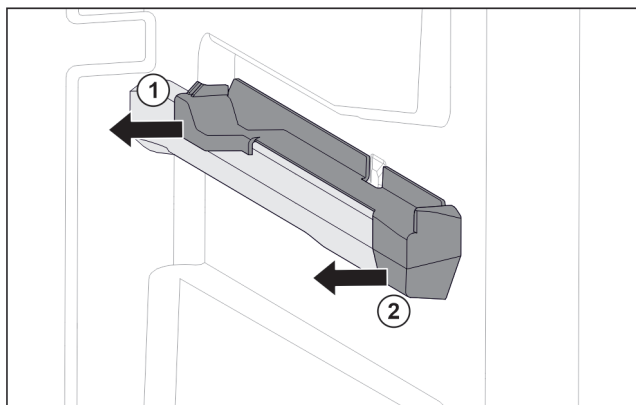

Fig. 117 Natični dio na desnom žlijebu spremnika
- Skinite natični dio straga u stranu. Fig. 117 (1)
- Skinite natični dio sprijeda u stranu. Fig. 117 (2)